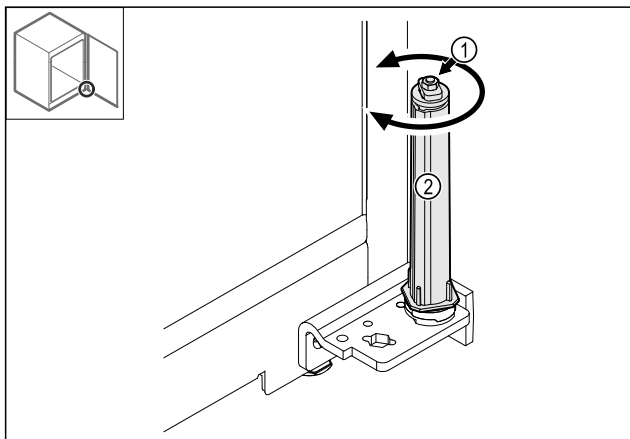

Fig. 40
- Ärge võtke sulgemissüsteemi keermesliidet Fig. 40 (1) lahti.
- Keerake sulgemissüsteemi Fig. 40 (2), kuni see klõpsub.